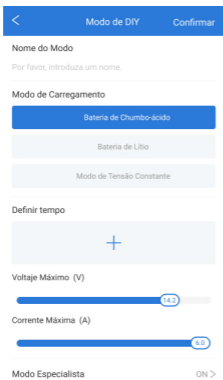

Figura 3.3.2
3. Toque em Adicionar Modo, verá o seguinte ecrã. Aqui pode escolher o tipo de bateria, reservar o tempo de carga, e ajustar a tensão e corrente máxima de carga. (Ver figura 3.3.2)